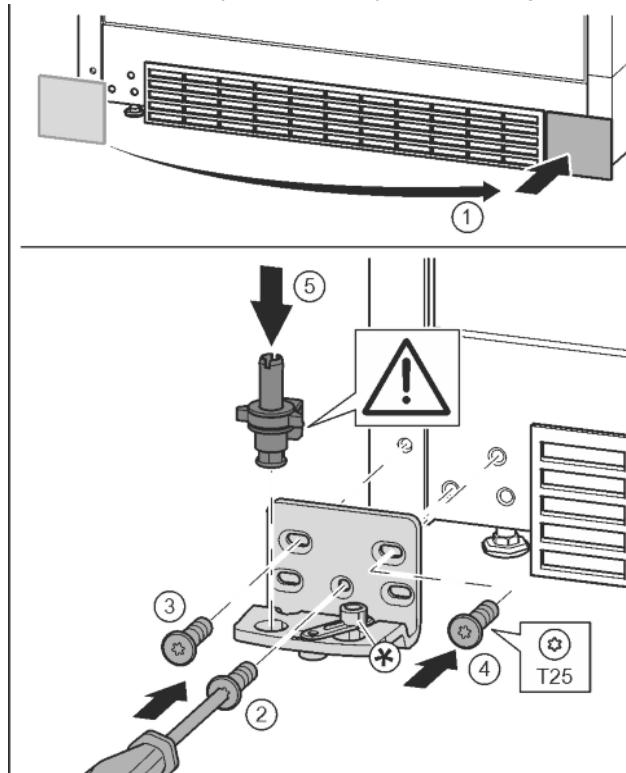

Fig. 13
- Зніміть кришку та встановіть її з іншого боку. Fig. 13 (1)
- Встановіть опорний кронштейн з іншого боку і закріпіть гвинтами за допомогою викрутки Т25. Почніть із гвинта 2 знизу посередині. Fig. 13 (2)
- Закрутіть гвинти 3 та 4. Fig. 13 (3, 4)
- Вставте цілком опорний гвинт. При цьому виступ фіксатора повинен бути спрямований назад. Fig. 13 (5)